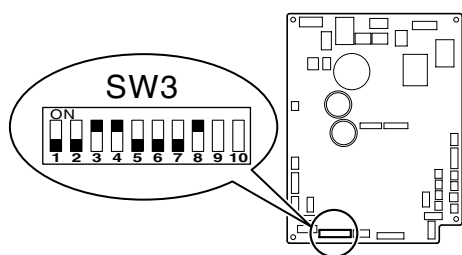

Fig. 6-2
6.2. Configuration de l'appareil intérieur encastre (a réaliser) (Fig. 6-2)